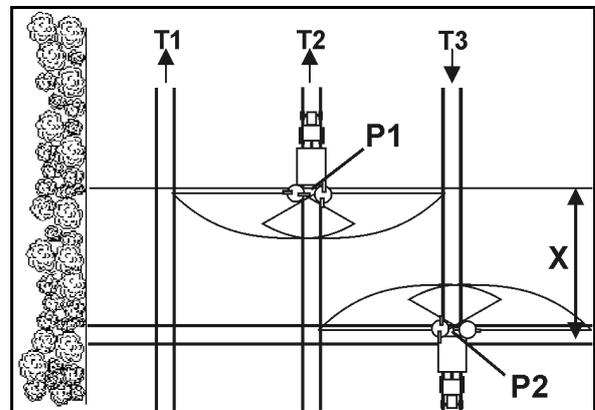

Fig. 89
- Ouverture des clapets de fermeture après l'engagement dans la voie jalonnée au point P1 (Fig. 89) pour la distance X, lorsque les disques d'épandage sont éloignés de la voie jalonnée de la tournière.
- Fermeture du clapet avant la sortie de la voie jalonnée au point P2 (Fig. 89), lorsque les disques d'épandage se trouvent à hauteur de la première voie jalonnée de la tournière.